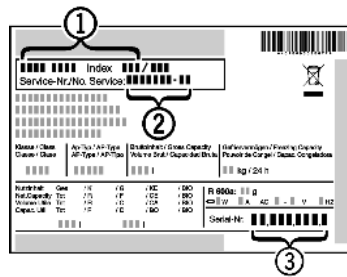

Fig. 78
- ▶ Gerätebezeichnung Fig. 78 (1), Service-Nr. Fig. 78 (2) und Serial-Nr. Fig. 78 (3) vom Typenschild ablesen. Das Typenschild befindet sich an der linken Geräteinnenseite.